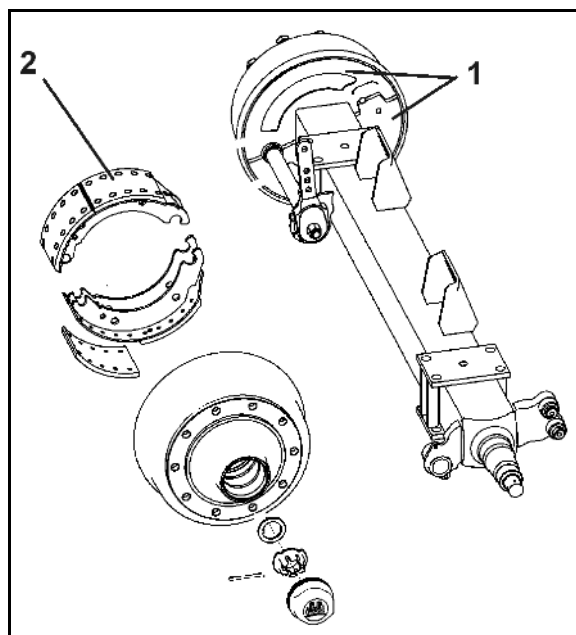

Fig. 135
1. Skru begge afdækningsplader (Fig. 135/1) af på den indvendige side af bremsetromlen.
Indtrængt snavs kan sætte sig på bremsebelægningen (Fig. 135/2) og derved reducere bremseydelsen markant.